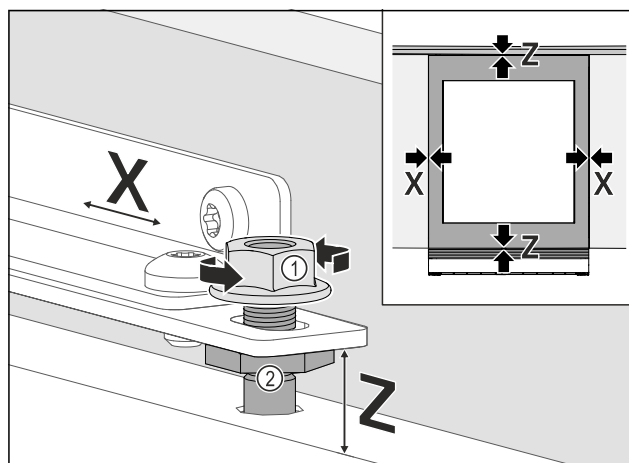

Fig. 77
- Lijn de meubeldeur uit: Draai de borgmoer Fig. 77 (1) los, beweeg de meubeldeur in X-richting.
- Draai de borgmoeren Fig. 77 (1) vast.
- Meubeldeur in de hoogte Z en in de zijdelingse schuifte uitlijnen: De stelbouten Fig. 77 (2) instellen.